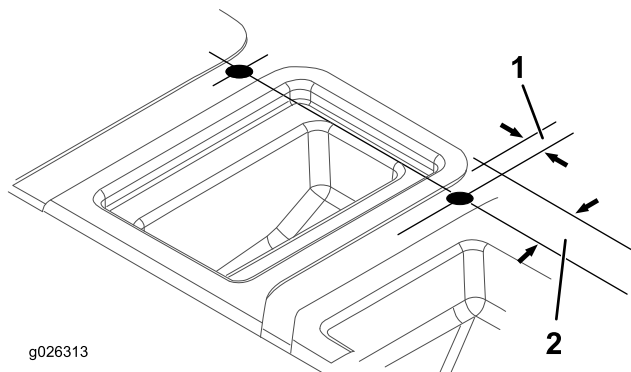

Figura 9
7. Servendovi delle dimensioni illustrate in Figura 9, individuate, contrassegnate e praticate 2 fori nella parte superiore della copertura del sedile.